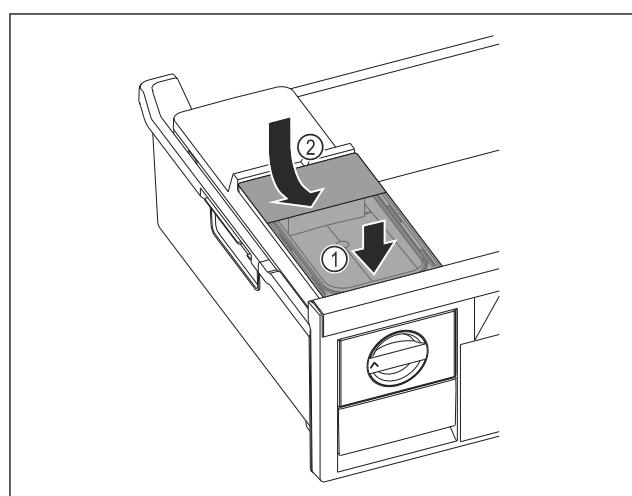

Fig. 122
- Nádržku na vodu nasadťte vpred. Fig. 122 (1)
- Nádržku na vodu spusťte vzadu. Fig. 122 (2)